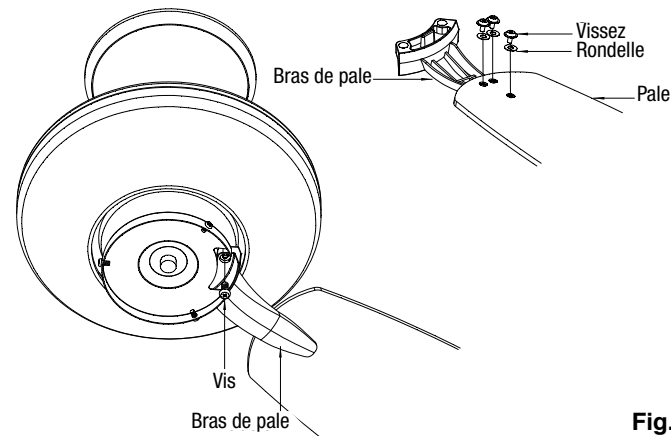

Fig. 14
**Étape 1.** Fixez la pale au support de pale à l'aide des vis et rondelles, comme illustré dans la figure 14. Commencez à insérer la vis dans le support. Répétez l'opération pour les deux autres vis.